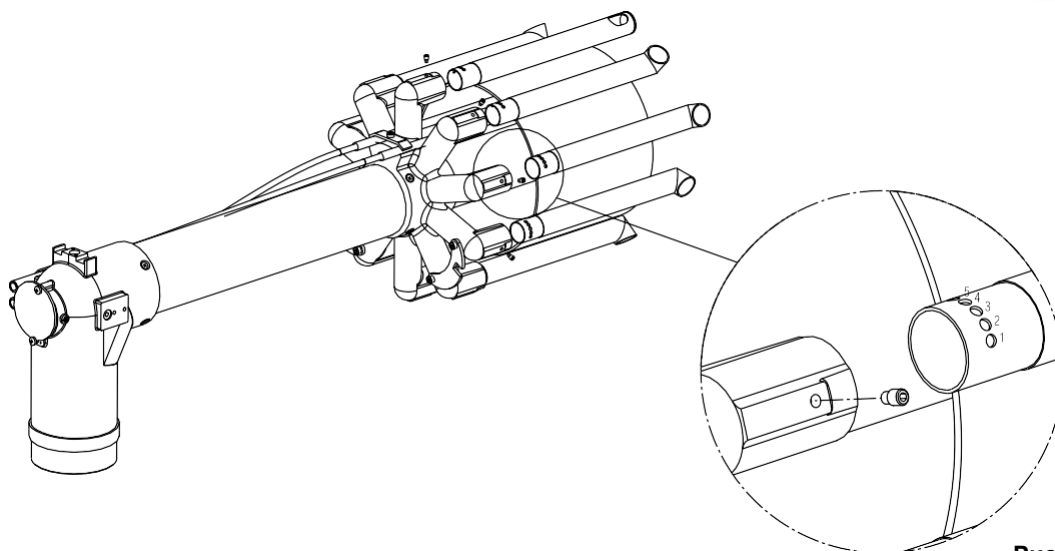

Рис. 20
- Поверните сопла на одно деление против часовой стрелки (для RLS410-810) рис.20.